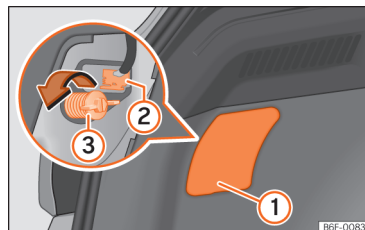
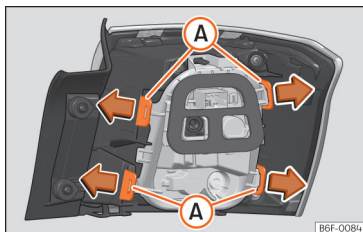

Abb. 169 Gepäckraum: Zugang zur Befestigungsschraube der Heckleuchte
Abb. 170 Befestigungslaschen Rückseite Heckleuchte.
- Hebeln Sie die Abdeckung an der Aussparung mit dem flachen Teil des Schraubendrehers ab »» (Abb. 169) ①.
- Ziehen Sie den Stecker der Leuchte ② ab.
- Schrauben Sie mit der Hand oder mit Hilfe eines Schraubendrehers die Befestigungsschraube der Leuchte ③ heraus.
- Bauen Sie den Lampenträger aus, indem Sie die Befestigungslaschen »» (Abb. 170) A entriegeln.